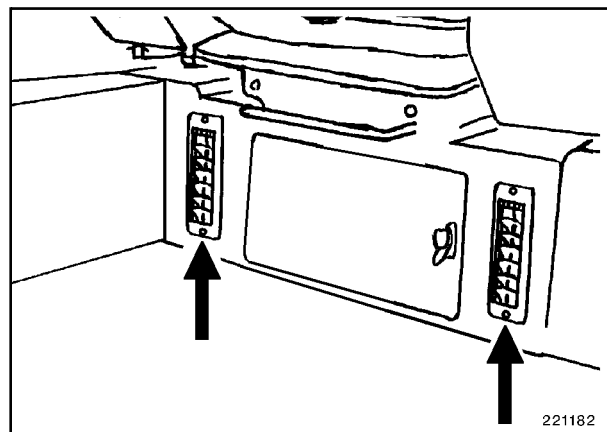

Fig. 11
- Las láminas de los difusores (Fig. 11, 12 y 13) son variables. Así, es posible desviar el flujo de aire horizontal y verticalmente. □